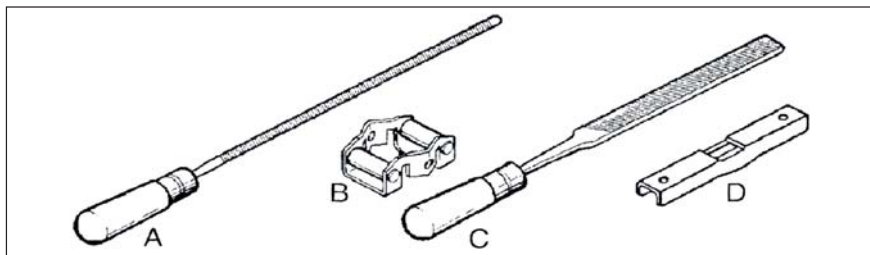

рис. 12
8.10.1 Для правильной заточки цепи необходимы следующие инструменты (рис. 12 - в комплект поставки не входят): круглый напильник **A**, шаблон **B**, плоский напильник **C** и шаблон ограничителя глубины **D**. Названный комплект должен соответствовать применяемой цепи. Руководство по заточке Вы найдёте на упаковке пильной цепи или комплекта для заточки. Проверка состояния коллектора. При длительном хранении коллектор покрывается окислами, что ухудшает коммутацию (сильное искрение между щётками и коллектором) и, как следствие, приводит к преждевременному выходу из строя якоря электродвигателя.